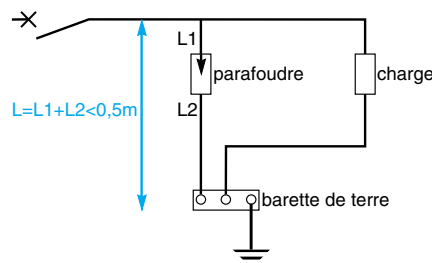

Fig. 1 - Schéma de connexion d'un parafoudre
- les conducteurs reliant les bornes du parafoudre aux conducteurs actifs et à la barrette de terre doivent être les plus courts possibles ($< 0,5$ m) (figure 1).